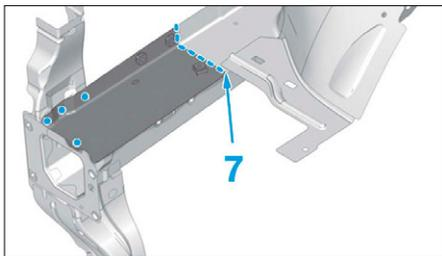

FIG. 9
- Souder par cordon MAG en (7) et par points bouchons MAG (Fig.9).